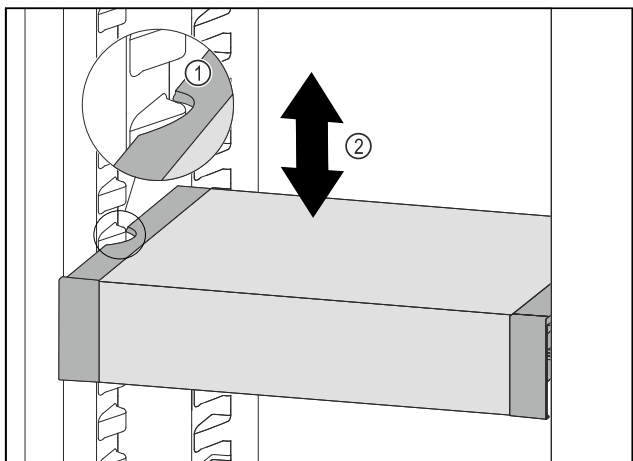

Fig. 214
- VarioSafe vucite prema naprijed sve dok se bočni otvori VarioSafe ladice ne nađu na visini žlijeba spremnika u hladnjaku. Fig. 214 (1)
- Pomičite ladicu VarioSafe u hladnjaku prema gore ili dolje sve dok ne dosegnete željenu visinu. Fig. 214 (2)